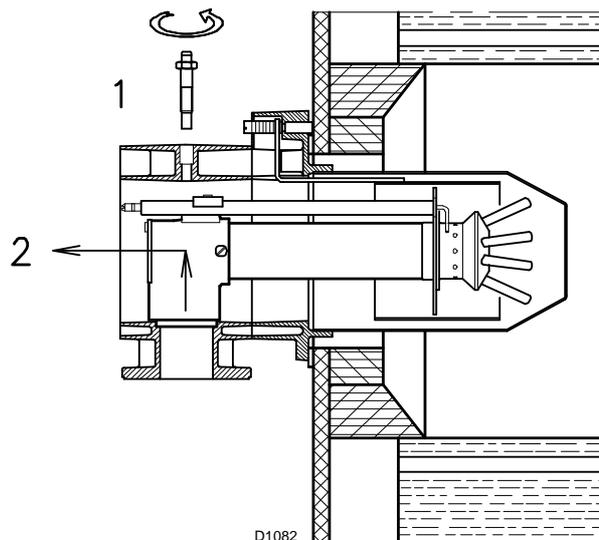

Fig. 10
- togliere la vite 1)(Fig. 10)
- estrarre la parte interna 2)(Fig. 10) della testa e provvedere alla loro taratura.